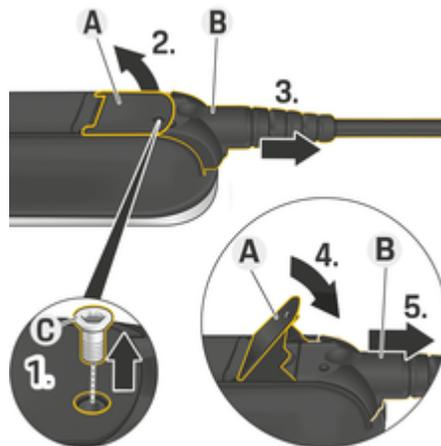

Fig. 8: Allentamento dei cavi
1. Allentare la vite **C** (Fig. 8) con un attrezzo idoneo.
2. Sollevare la linguetta **A** (Fig. 8).
3. Estrarre il connettore **B** (Fig. 8) fino ad avvertire una prima resistenza.